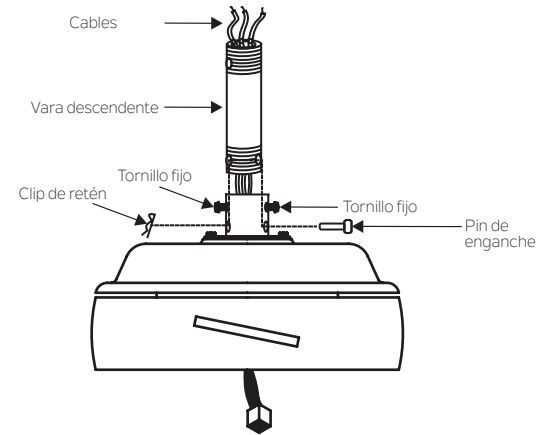

Fig. 8
Paso 6. Afloje los dos tornillos fijos y quite el pin de enganche y el clip de retén del acoplamiento arriba del ensamblaje del motor. (Fig. 8)
A continuación, vuelva a colocar el pin de enganche y el clip de retén. Ajuste ambos tornillos fijos. (Fig. 8)